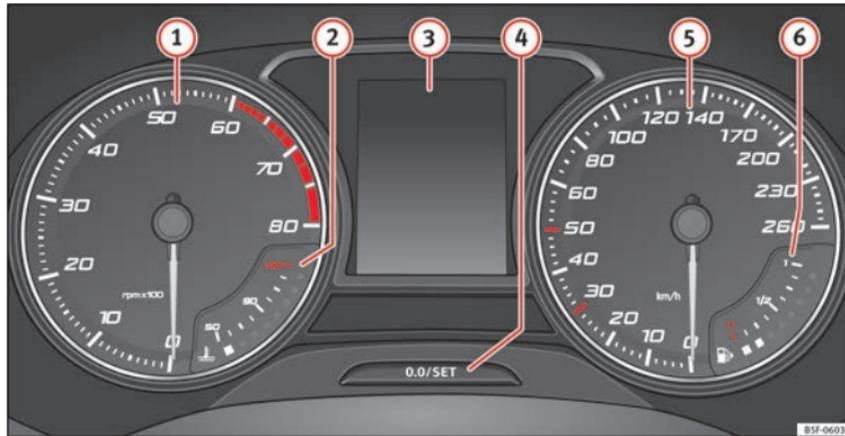

Abb. 122 Display des Kombi-Instruments in der Instrumententafel.
» **Abb. 122:**
Der Drehzahlmesser zeigt die Motordrehzahl pro Minute an » **Abb. 122 ①**.
Am sinnvollsten ist es, hohe Motordrehzahlen zu vermeiden und sich an den Empfehlungen der Schaltanzeige zu orientieren. Weitere Informationen erhalten Sie unter » **Abb. 122 ①**, Ganganzeige.
Die Nadel des Drehzahlmessers » **Abb. 122 ① darf den roten Bereich nur für einen kurzen Moment erreichen, andernfalls besteht die Gefahr eines Motorschadens.**
Beim Einschalten der Zündung können auf dem Display des Kombi-Instruments » **Abb. 122 ③** je nach Fahrzeugausstattung verschiedene Informationen angezeigt werden:
- Motorraumklappe, Gepäckraumklappe und Türen geöffnet » **Abb. 122 ③** Seite 42.
- Informationstexte und Warnmeldungen » **Abb. 122 ③** Seite 43.
- Außentemperatur » **Abb. 122 ③** Seite 44.
- Gangempfehlung (Schaltgetriebe) » **Abb. 122 ③** Seite 43.
- Multifunktionsanzeige (MFA) und Menüs mit verschiedenen Einstellungen » **Abb. 122 ③** Seite 37
- Service-Intervall-Anzeige » **Abb. 122 ③** Seite 45.
- Geschwindigkeitswarnanlage » **Abb. 122 ③** Seite 45.
- Drücken Sie kurz die Taste » **Abb. 122** , um den Tageskilometerzähler auf 0 zurück zu setzen.
- Zum Einstellen der Uhrzeit die Taste » **Abb. 122**  länger als 3 Sekunden gedrückt halten, um die Anzeige für Stunden oder Minuten auszuwählen.
Die Taste » **Abb. 122**  länger als 15 Sekunden gedrückt halten, um die